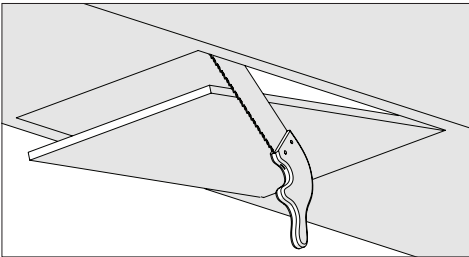

Abb. 2
- Schneiden Sie die Bodenfläche des Schrank aus, in der die Abzugshaube installiert werden soll. Beachten Sie die Abmessungen in der technischen Zeichnung (Abb. 2).